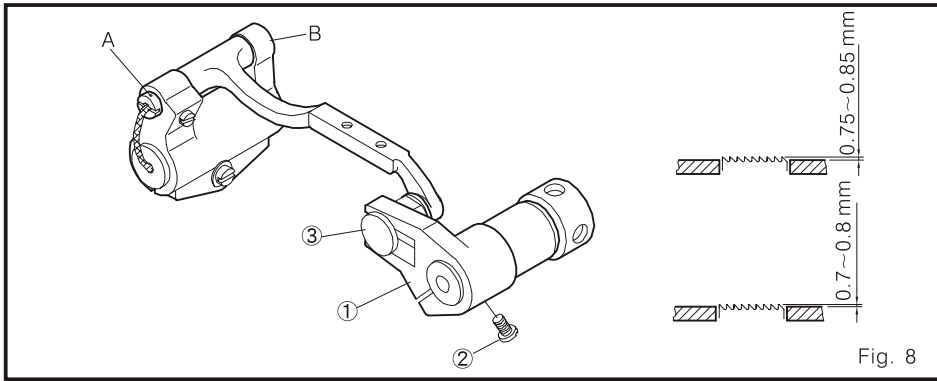

Fig. 8
1. A altura original do transportador denteado sai fora da superfície da lâmina agulha. (Fig. 8)